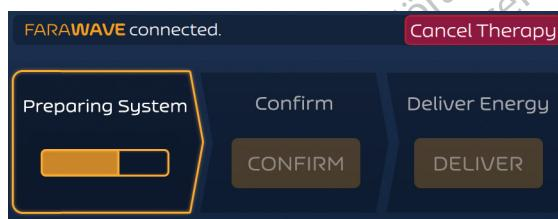

Abbildung 7. Therapiebildschirm – Asynchroner Modus – Vorbereitungsmodus
2. Nachdem Sie den FARAWAVE PFA-Katheter an der gewünschten Stelle positioniert haben, drücken Sie die Schaltfläche PREPARE (Vorbereiten), um den FARASTAR PFA-Generator zu initialisieren. Abbildung 7 zeigt die Benutzeroberfläche in diesem Modus.